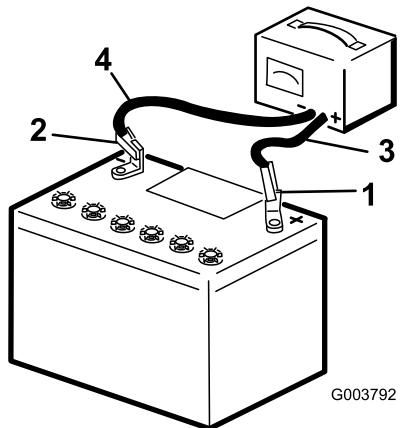

Рисунок 60
3. Подсоедините положительный провод зарядного устройства к положительному штырю аккумулятора (Рисунок 60).
4. Подсоедините отрицательный провод зарядного устройства к отрицательному штырю аккумуляторной батареи (Рисунок 60).
6. После полной зарядки аккумулятора отсоедините зарядное устройство от источника электропитания и штырей аккумулятора (Рисунок 60).